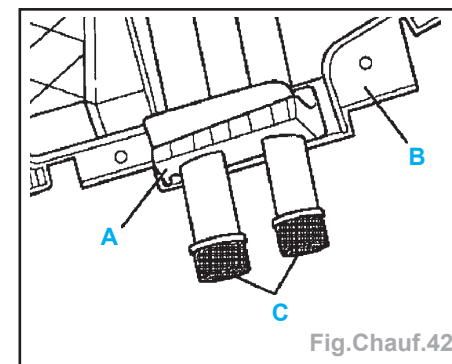

Fig.Chauf.42
- Les conduites de réfrigérant (C) doivent être étanchéifiées par la pose d'un joint (B) entre les deux moitiés de carter (A) (Fig.Chauf.42).